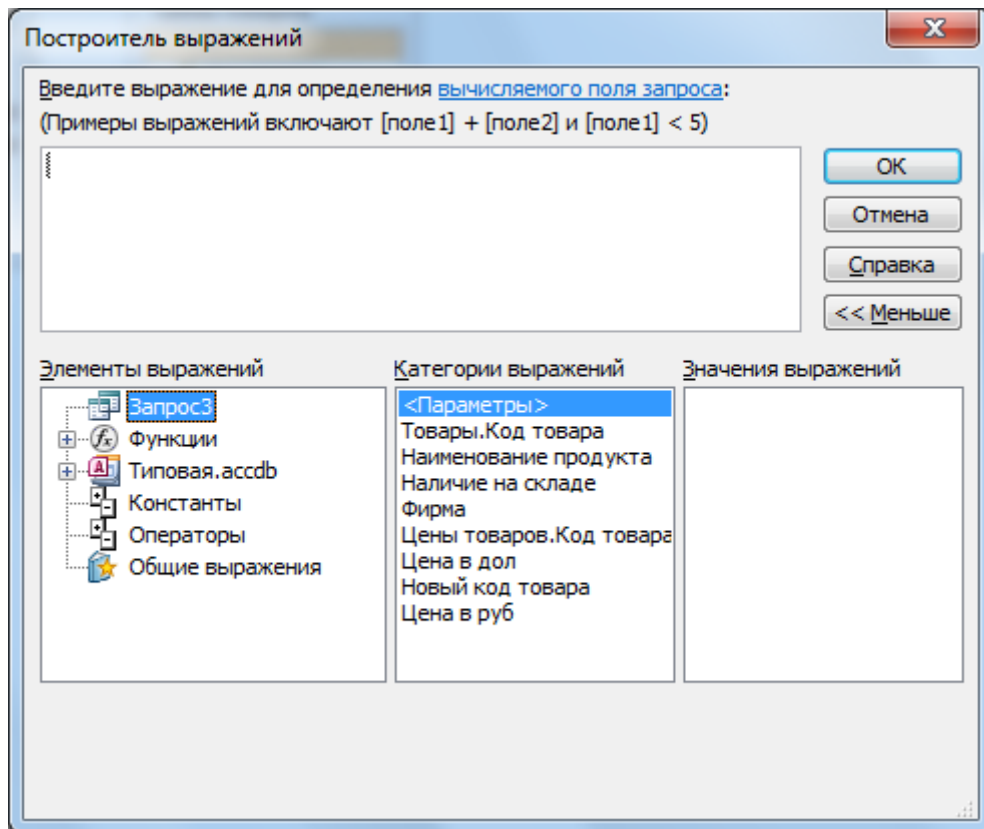

Рис. 5.8. Окно Построителя выражений
- В открывшемся контекстном меню выберите команду Построить и MS Access откроет окно Построителя выражений (рис. 5.8).